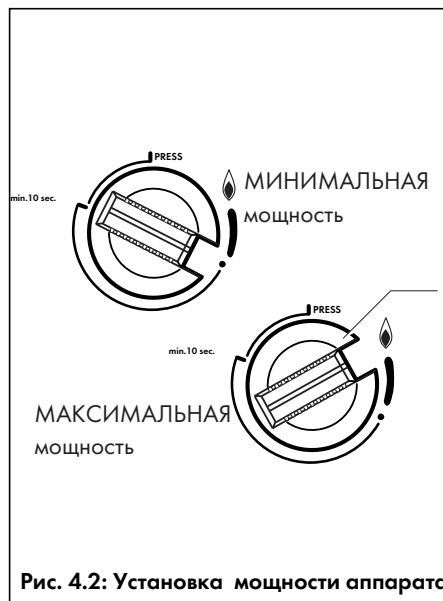

Рис. 4.2: Установка мощности аппарата
- Поверните поворотный переключатель (1) дальше влево против часовой стрелки, установив его из положения "РОЗЖИГ" в положение "ГОТОВНОСТЬ К РАБОТЕ". (от минимальной до максимальной мощности аппарата, см. рис. 4.2). При этом запальное пламя остаётся горящим.